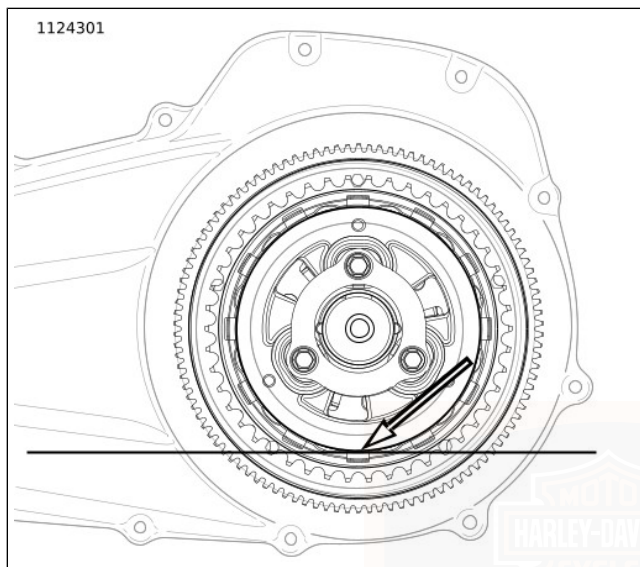

Figure 71. Niveau de lubrifiant primaire
- b. Voir Figure 71. Le niveau correct se situe approximativement au bas du diamètre externe du plateau d'embrayage.